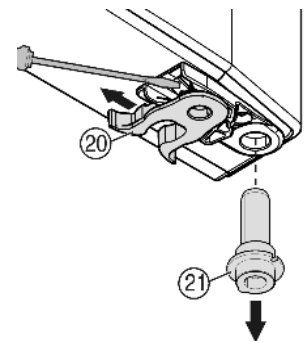

Fig. 9
- ▶ Mutați clema elastică Fig. 9 (20): Împingeți în jos ciocul de blocare și extrageți clema elastică peste acesta.
- ▶ Extrageți bulonul lagărului Fig. 9 (21) din bucșa ușii și montați-l pe partea diametral opusă împreună cu șaiba corespunzătoare. Clichetul de blocare trebuie să fie orientat înspre partea interioară a ușii, în timp ce canelura înspre partea exterioară.
- ▶ Trageți ușa în jos și introduceți bolțul lagărului Fig. 9 (21) în suportul de lagăr. Dacă este necesar, rotiți bolțul lagărului, astfel încât acesta să cupleze.